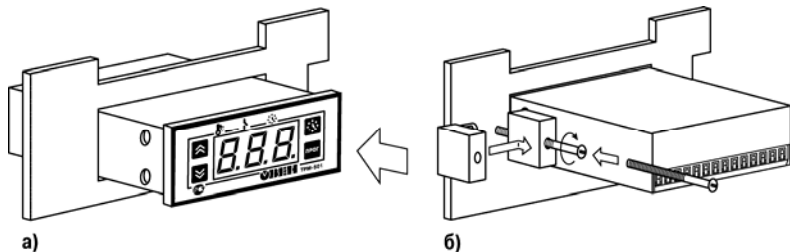

Рисунок 6.1 – Монтаж прибора
6.1.3. Смонтировать ТРМ501 на щите управления, используя для его крепления фиксаторы, входящие в комплект поставки прибора (см. рисунок 6.1, а, б).